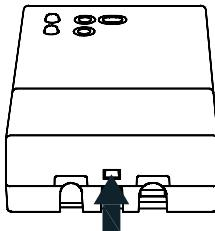

Figure 1
- Poussez, à l'aide d'un tournevis, la languette en plastique située dans la fente du bas pour soulever légèrement le cache-câbles (figure 1).
- › Placez le cache-câbles sur la base, poussez en tournant vers celle-ci; repousser vers l'intérieur la languette en plastique de la partie inférieure de la base et exercez une pression pour faire déclencher la languette de fixation à l'intérieur de la cavité sur le côté inférieur du cache-câbles (figure 1).